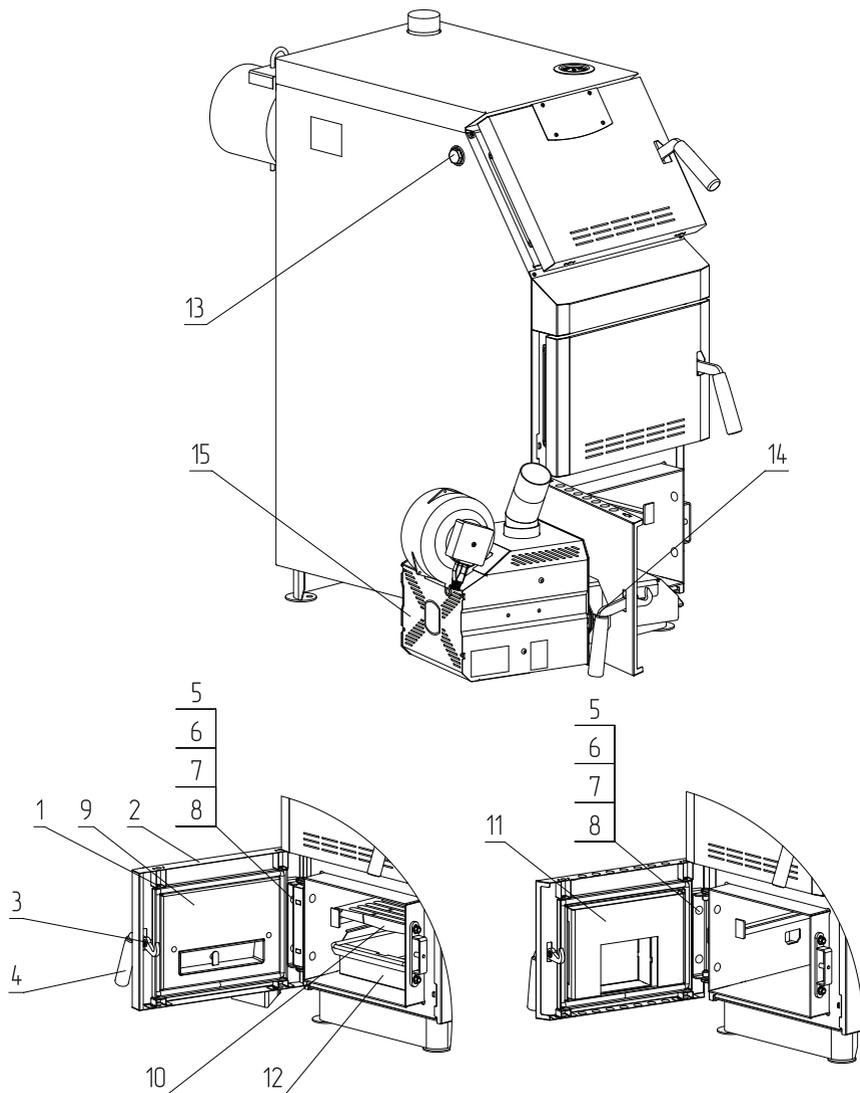

Рис.16 Порядок установки горелки ZOTA «FOX» на твердотопливные котлы ZOTA Тополь-М 42, 60
- Открутите 4 самореза (**Рис.16, поз.1**);
- Откиньте обшивку дверцы (**Рис.16, поз.2**);
- Снимите стопорную шайбу ручки (**Рис.16, поз.3**);
- Снимите обшивку дверцы (**Рис.16, поз.2**) и ручку (**Рис.16, поз.4**);
- Открутите гайки (**Рис.16, поз.5**);
- Извлеките болты (**Рис.16, поз.6**), шайбы (**Рис.16, поз.7, поз.8**);
- Снимите дверцу шуровочную (**Рис.16, поз.9**);
- Извлеките колосники (**Рис.16, поз.10**) и зольный ящик (**Рис.16, поз.12**);
- Установите адаптер горелки (**Рис.16, поз.11**) в обратном порядке;
- Установите горелку (**Рис.16, поз.15**) на котёл;
- Зафиксируйте горелку гайками (**Рис.16, поз.14**);
- Для установки гильзы под датчики температуры и перегрева снимите пробку или тягорегулятор (если установлен) и установите гильзу (**Рис.16, поз.13**) в освободившееся отверстие.